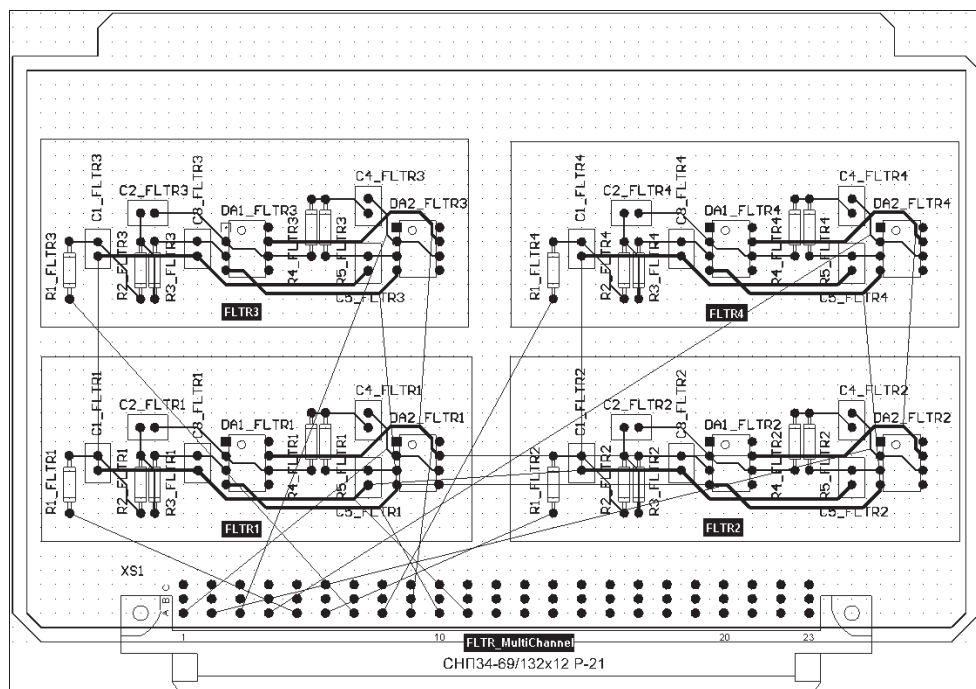

Рис. 6.55. Плата с размещенными «комнатами»-каналами
6. Выполнить размещение каналов с копированным форматом на печатной плате. Результат размещения показан на рис. 6.55.